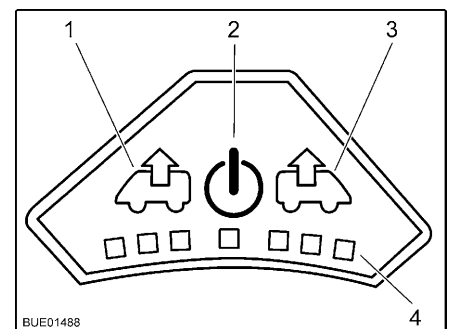

Fig. 115 Panneau de commande du ventilateur
- Mise en marche :** ■ Appuyer sur la touche Marche/Arrêt (Fig. 115,2). Le ventilateur fonction en mode confort (aération à faible vitesse de rotation).
- Ventiler :** ■ Pour augmenter la vitesse de rotation du ventilateur, appuyer sur la touche Ventiler (Fig. 115,1). La vitesse de rotation du ventilateur augmente d'un niveau de puissance dans le sens de l'échappement. Les DEL (Fig. 115,4) montrent les niveaux de puissance.
■ Pour réduire la vitesse de rotation du ventilateur, appuyer sur la touche Aérer (Fig. 115,3). La vitesse de rotation du ventilateur diminue d'un niveau de puissance.
- Aérer :** ■ Pour augmenter la vitesse de rotation du ventilateur, appuyer sur la touche Aérer (Fig. 115,3). La vitesse de rotation du ventilateur augmente d'un niveau de puissance dans le sens de l'aération. Les DEL (Fig. 115,4) montrent les niveaux de puissance.
■ Pour réduire la vitesse de rotation du ventilateur, appuyer sur la touche Ventiler (Fig. 115,1). La vitesse de rotation du ventilateur diminue d'un niveau de puissance.
- Mise hors service :** ■ Appuyer sur la touche Marche/Arrêt (Fig. 115,2). Le ventilateur s'arrête, les DEL s'éteignent.